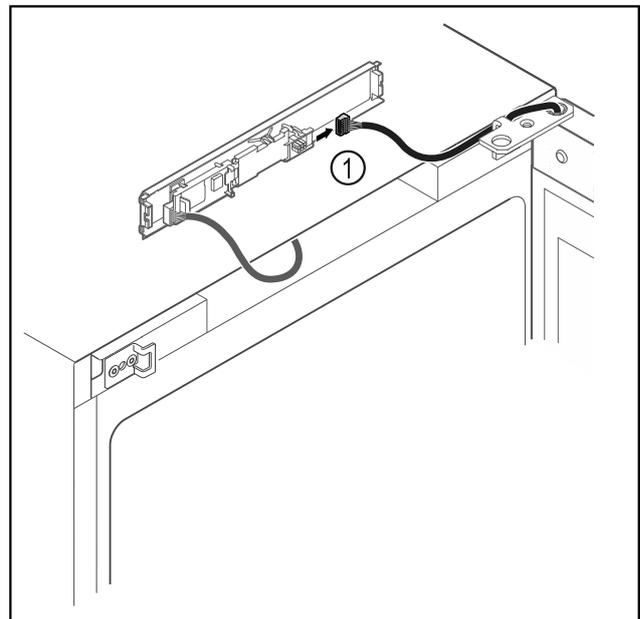

Fig. 16
- Desenchufar el conector Fig. 16 (1) de la platina.